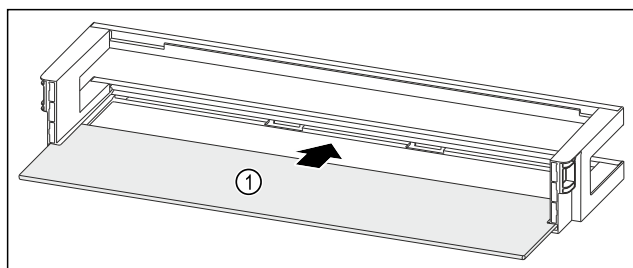

Fig. 262 Balconcino controporta con ripiano
- Inserire il ripiano Fig. 262 (1) negli incavi laterali.